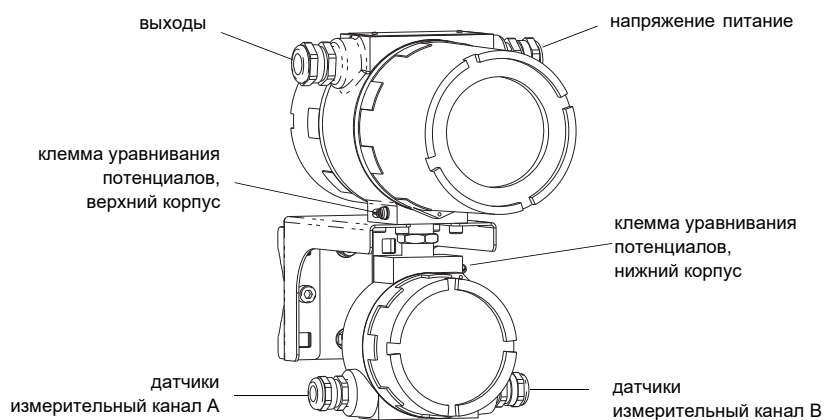

Рис. 6.2: Разъемы преобразователя
- Снимите кабельный ввод для подключения датчиков (смотри Рис. 6.2).
Внешнее защитное заземление подсоединяется к клеммам уравнивания потенциалов на верхнем и нижнем корпусе преобразователя (смотри Рис. 6.2).
- Снимите кабельный ввод для подключения напряжения питания (смотри Рис. 6.2).
- Введите кабель питания в верхний корпус (смотри Рис. 6.2).
- Снимите кабельный ввод для подключения выходов (смотри Рис. 6.2).
- Введите выходной кабель в верхний корпус (смотри Рис. 6.2).